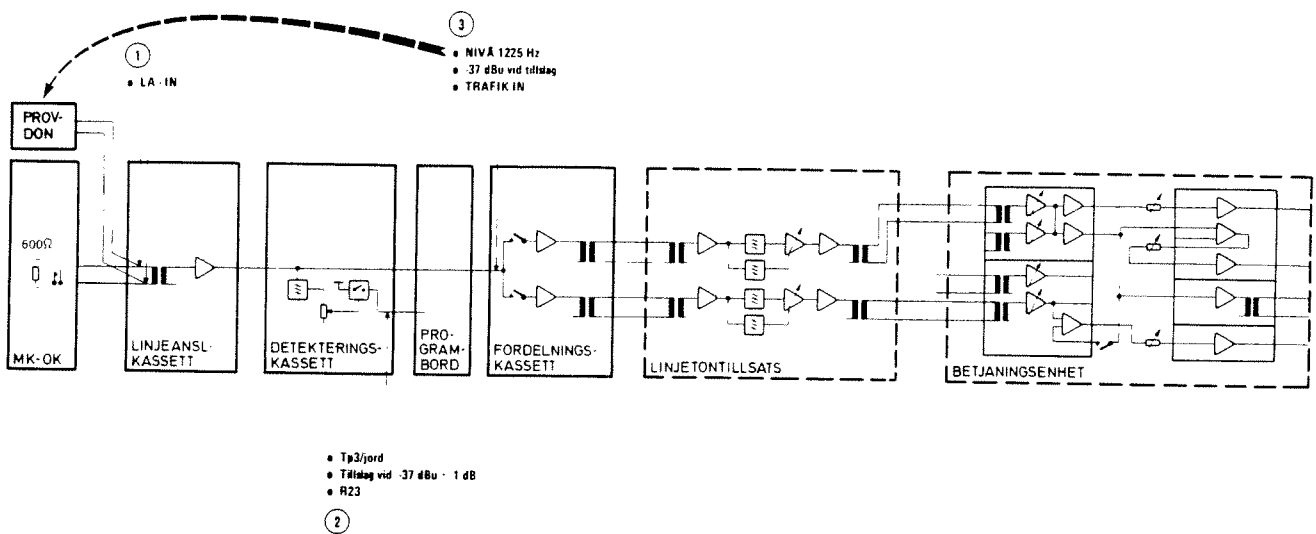

Bild 6
Anslut nivåmättern mellan jord och uttaget Tp3A (Tp3B), pos 2 bild 6, i detekteringskassetten (Tp3A om aktuell kanal ligger på kassetten A-halva och Tp3B om kanalen ligger på dess B-halva).